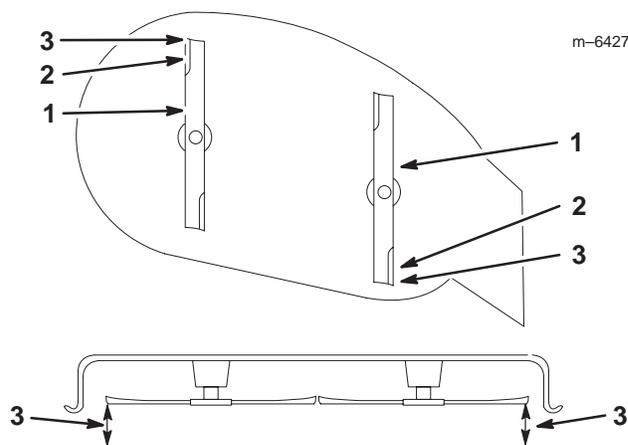

Figure 42
8. Réglez la hauteur de coupe à la position **D** [76 mm (3 pouces)] et tournez les lames avec précaution dans le sens longitudinal (Fig. 42).
9. Mesurez la distance entre la pointe de la lame avant et la pointe de la lame arrière par rapport à la surface plane (Fig. 42). Si la pointe de la lame avant n'est pas de 1,6 à 7,9 mm (1/16–5/16 pouce) plus basse que la pointe de la lame arrière, réglez les contre-écrous avant.